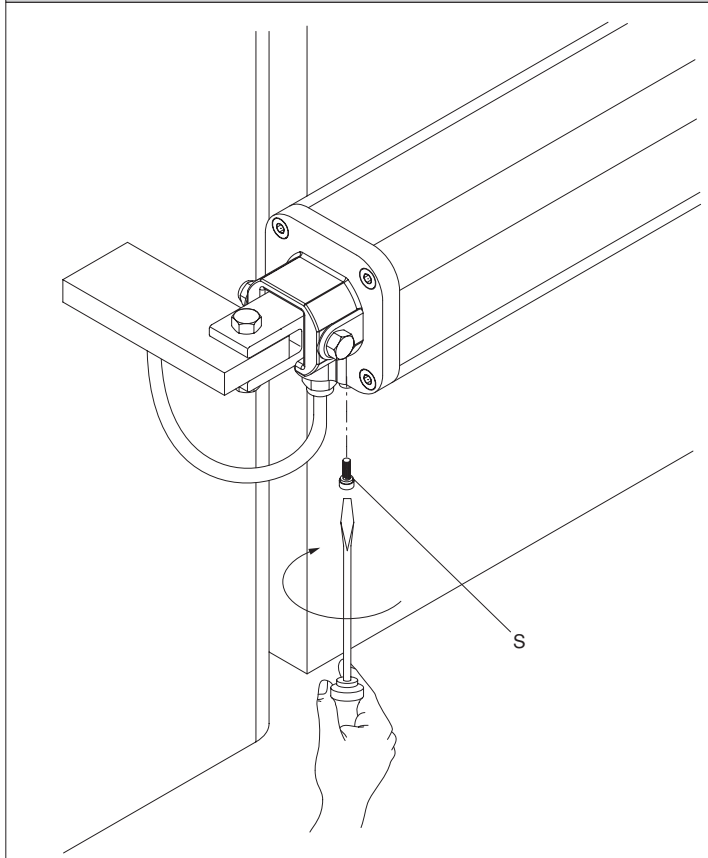

Fig. 18
- 5) Estrarre completamente lo stelo dopo aver attivato lo sblocco di emergenza (fig.18).
- 6) Manualmente, far rientrare lo stelo di 10mm massimo e serrare lo sblocco di emergenza (fig.18).